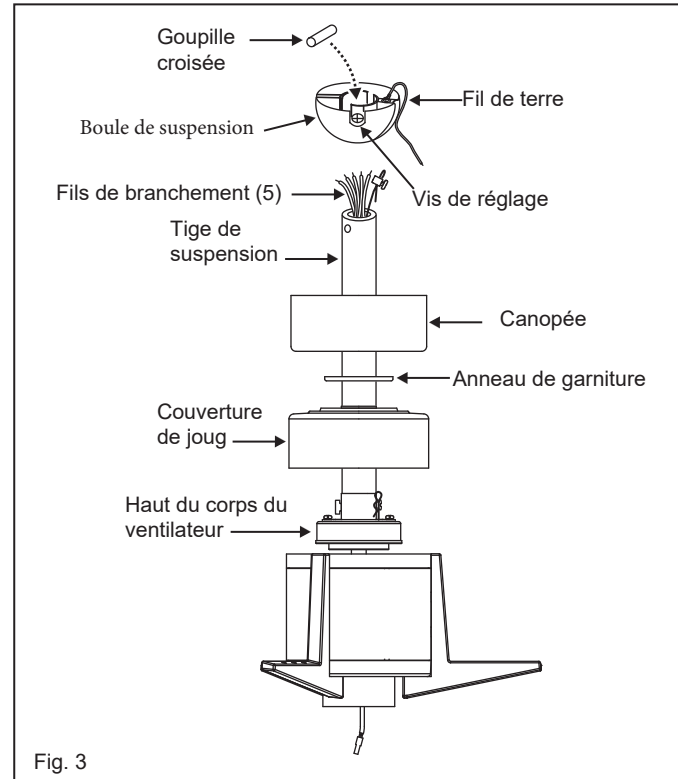

Fig. 3
- 6 Glissez le couvercle de l'étrier, l'anneau de garniture et le pavillon sur la tige de suspension. (Fig.3)
- 1 Retirez la plaque murale existante et l'ancien interrupteur de la boîte de prise murale. (Fig. 3)
Un flux d'air VERS LE BAS crée un effet de refroidissement comme le montre la figure 3. Cela vous permet de régler votre climatiseur sur un réglage plus chaud sans affecter votre confort.